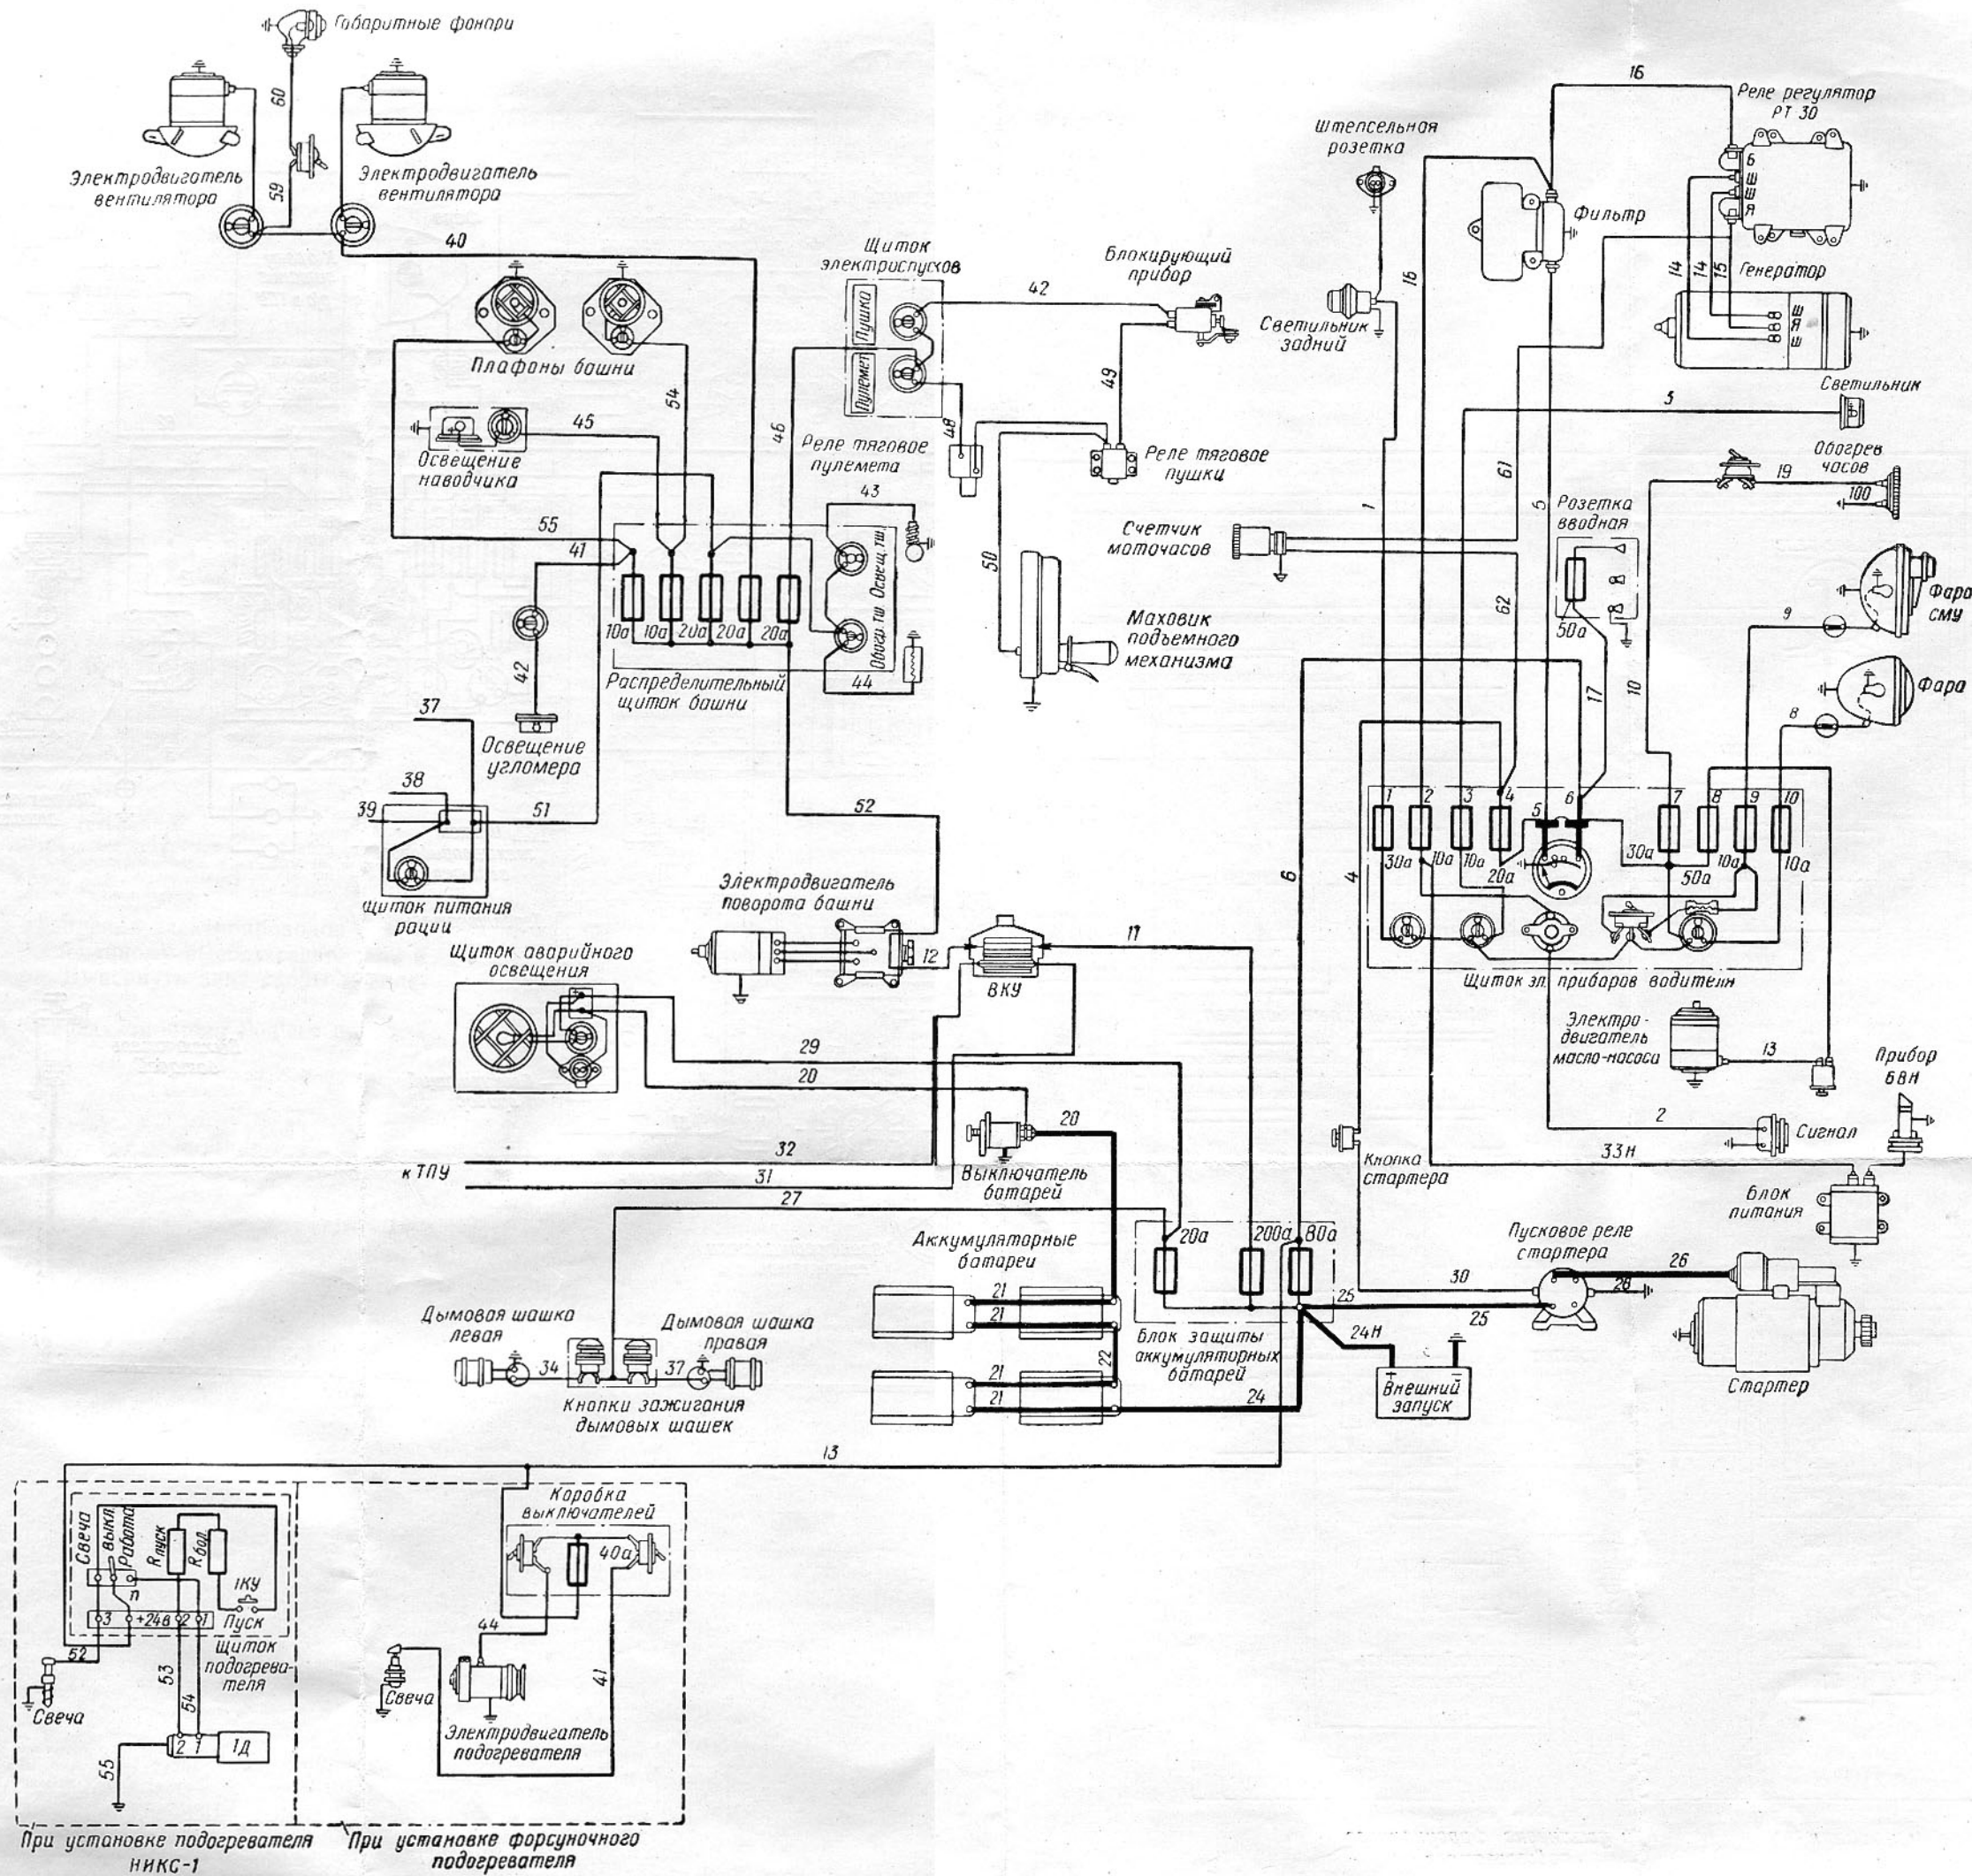
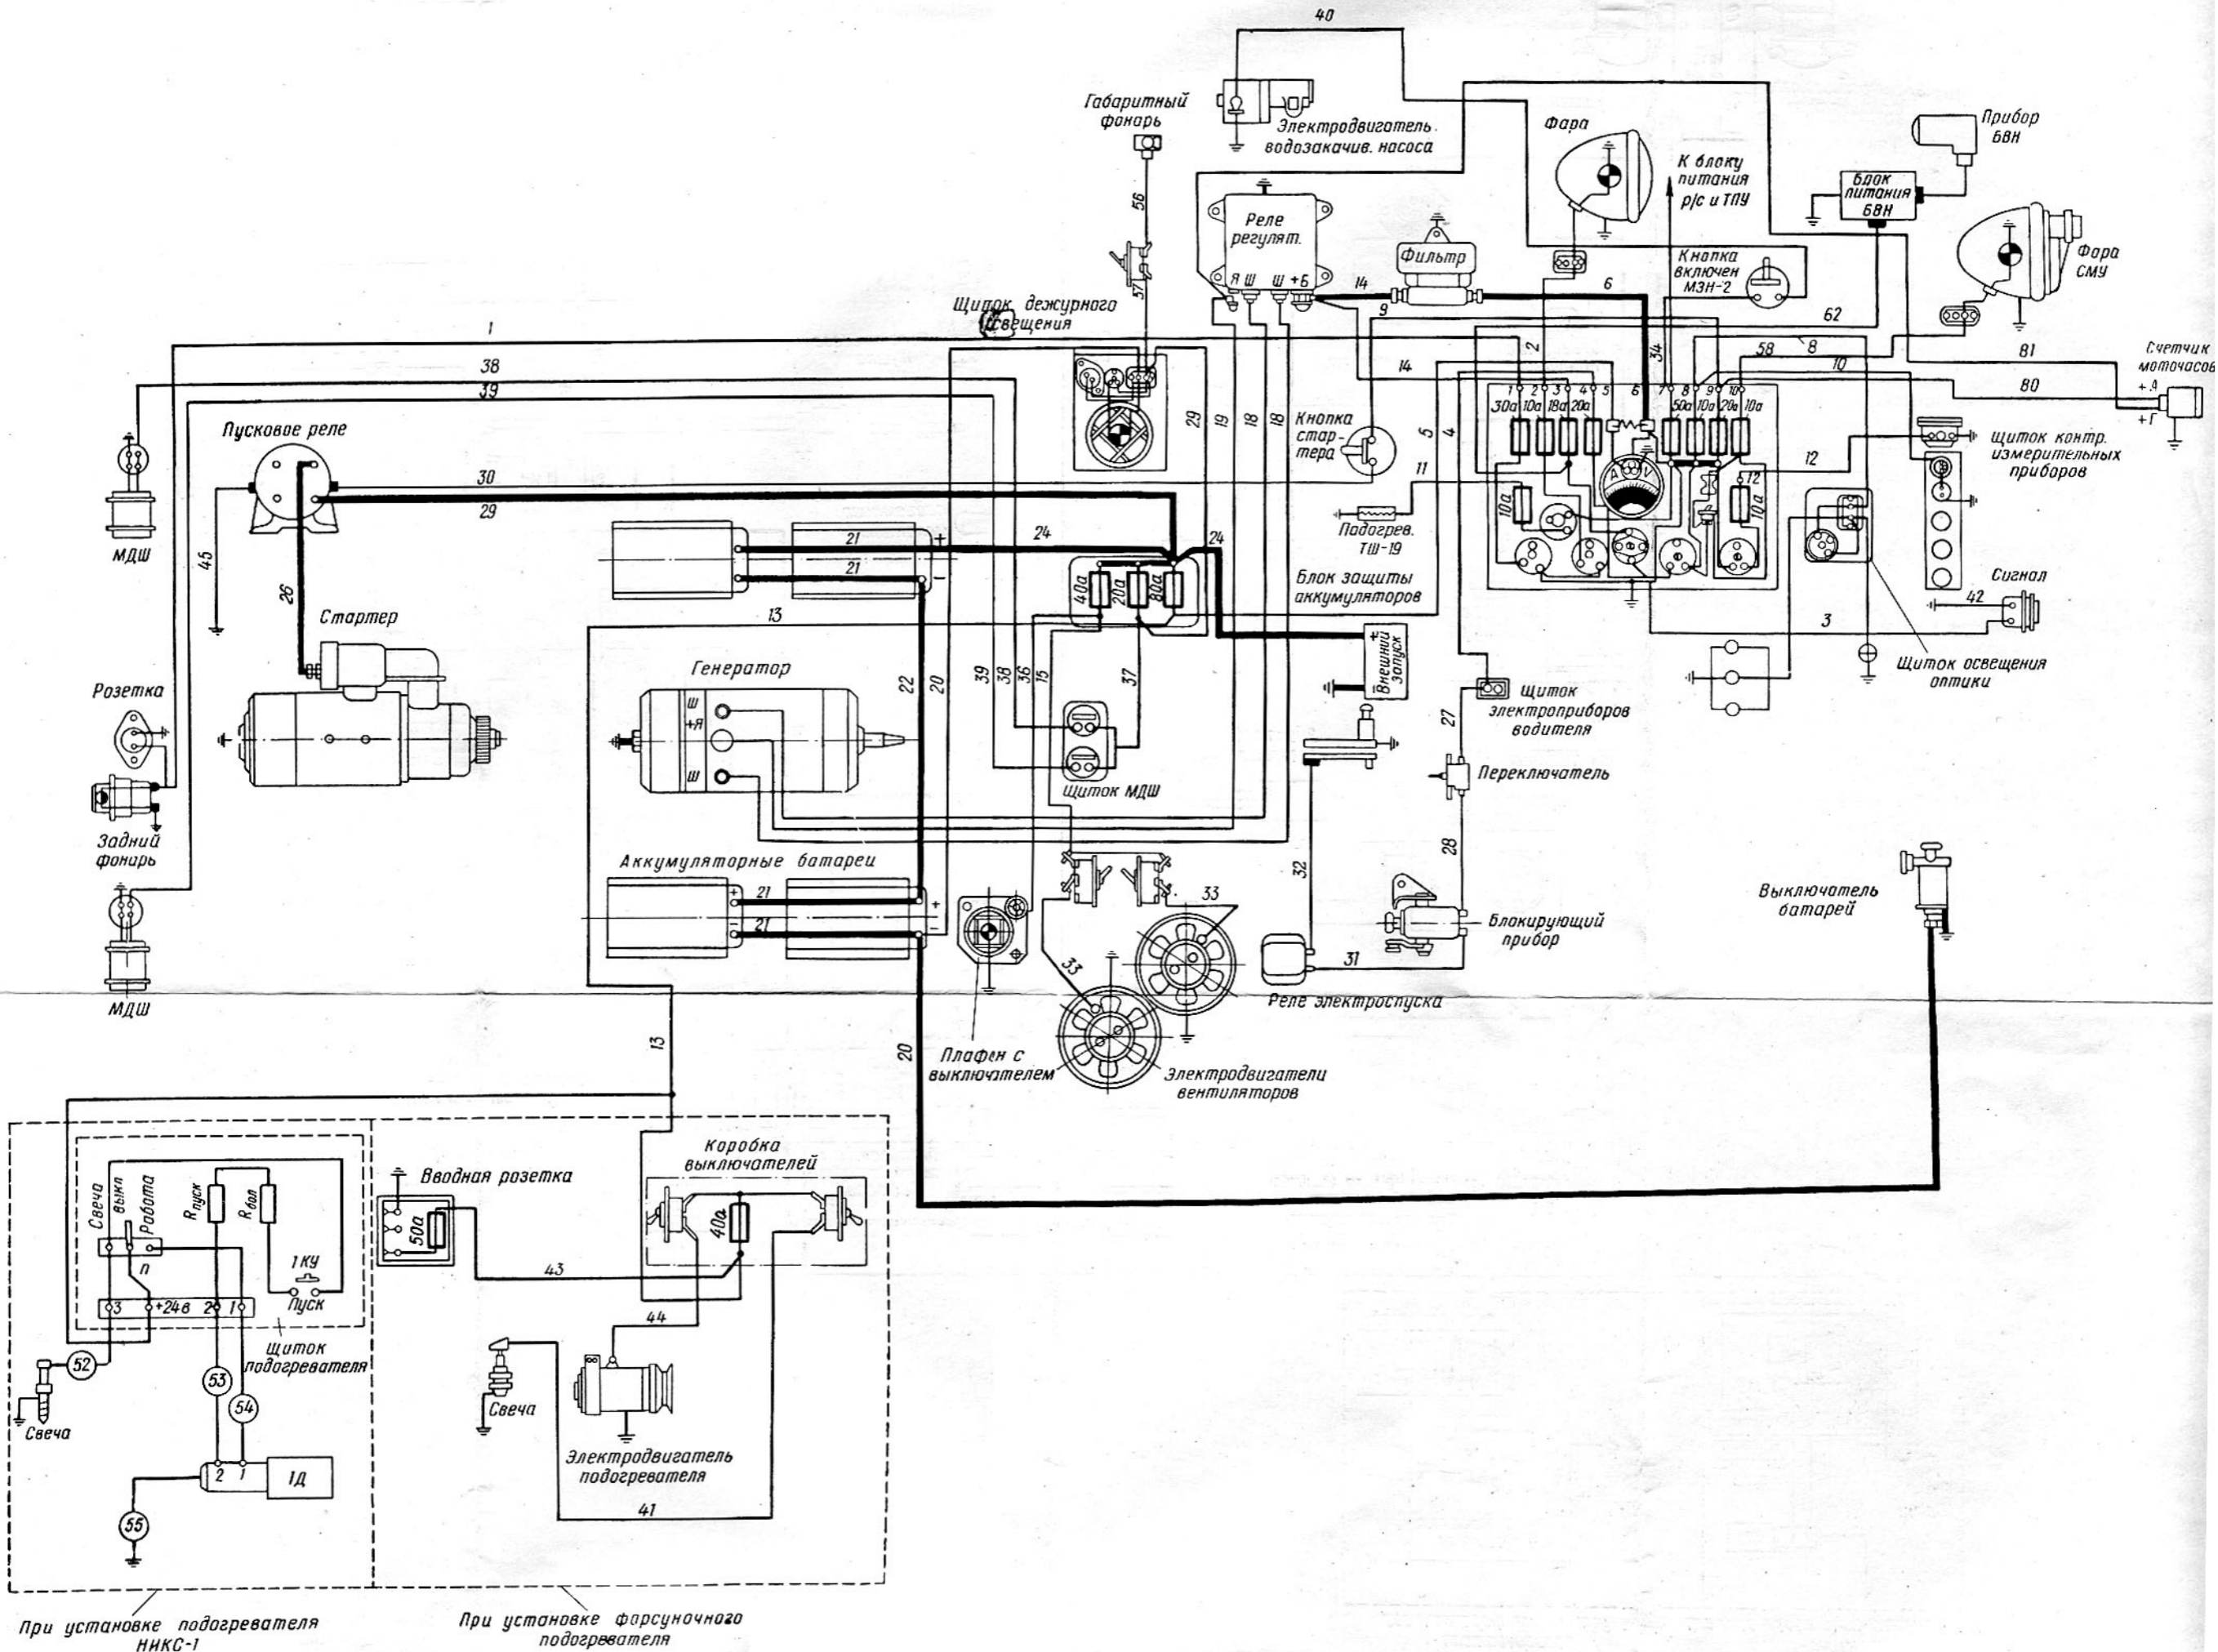

Рис. 60. Схема электрооборудования танка Т-34
Рис. 61. Схема электрооборудования самоходной артиллерийской установки СУ-100
7. Соединить параллельно задние аккумуляторные батареи с передними аккумуляторными батареями согласно схеме (рис. 60 или рис. 61). Группы аккумуляторных батарей соединить последовательно, соединяя перемычкой минусовой зажим левой группы с плюсовым зажимом правой группы. Установить защитные коробки на зажимы передних аккумуляторных батарей и закрепить болтами.